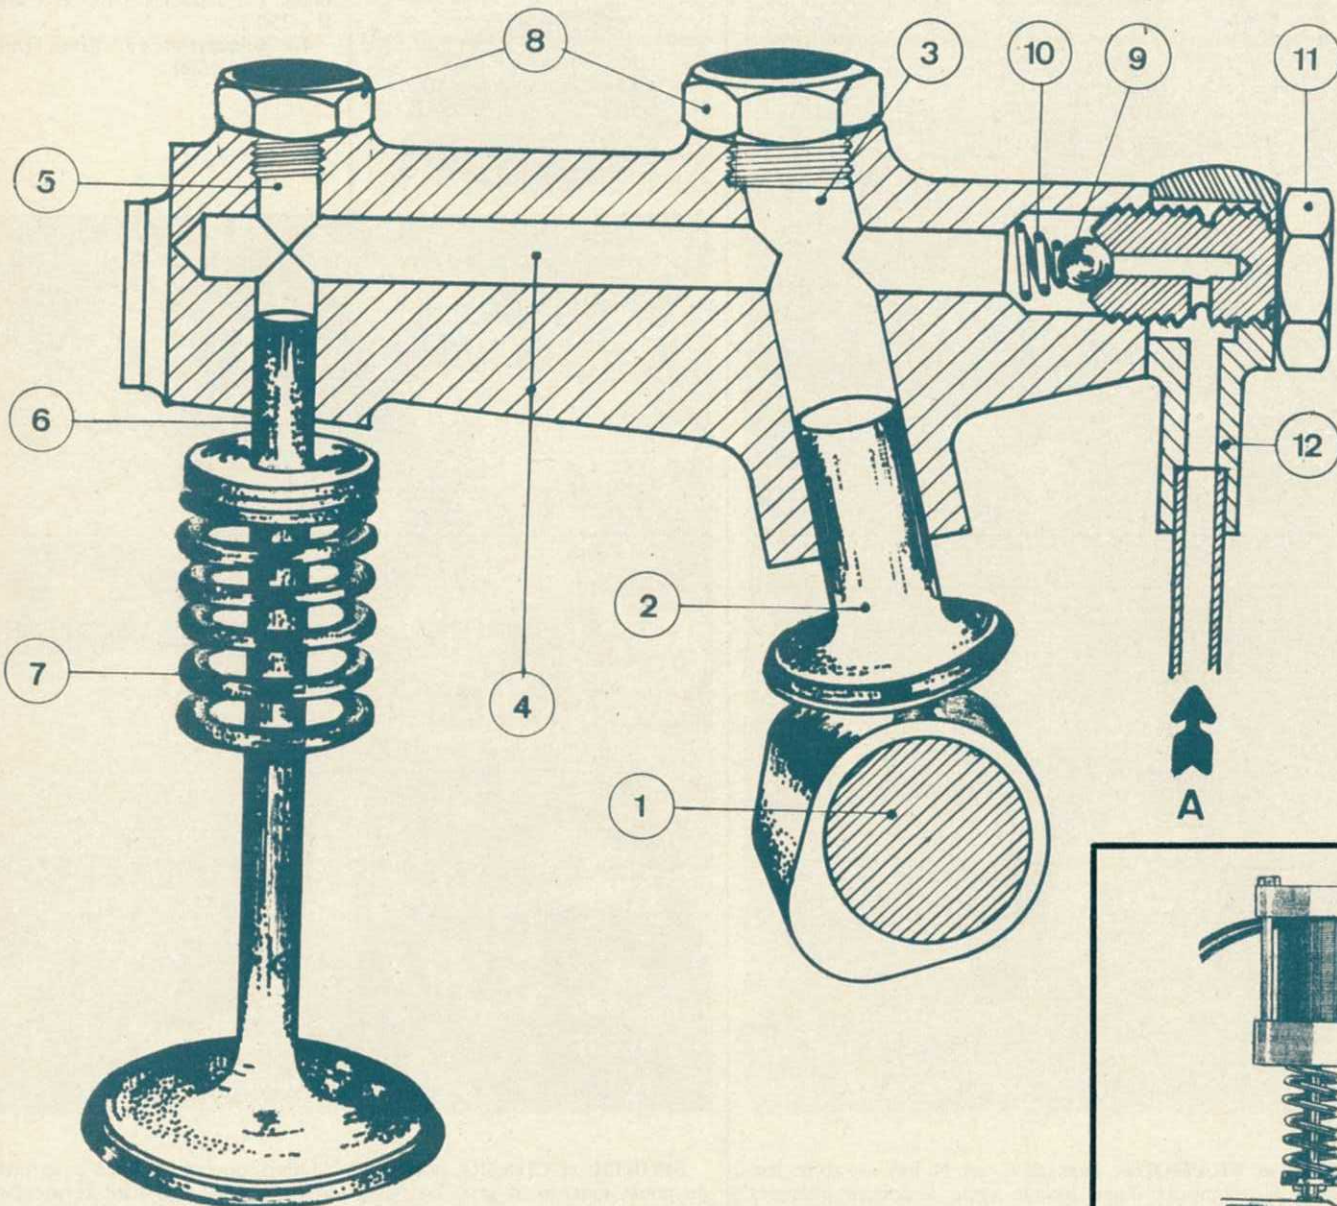

Fig. 13
Certains chercheurs, ont essayé de s'évader des moyens purement mécaniques. Emile Claveau, lui, a choisi l'hydraulique. La fig. 13 donne le schéma de fonctionnement de ce dispositif. L'arbre à cames (1) commande le poussoir (2) dont la tige constitue un piston. Il comprime l'huile dans l'alésage (3), elle est refoulée par le perçage (4) jusque dans l'alésage (5) où elle agit sur la queue de soupape (6) se comportant alors comme un piston. Le ressort de